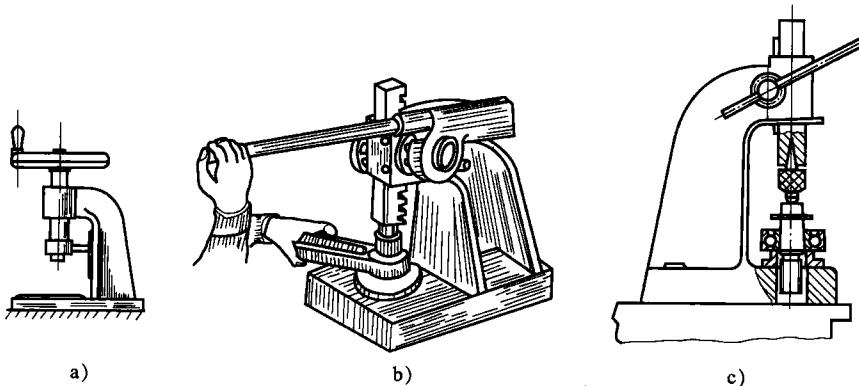

图 1—7 手动压床
(1) 手动压床。手动压床不同于各种吨位的机械式压力机，是一种以手为动力、吨位较小的机修钳工常用的辅助设备，如图 1—7 所示。它用于过盈连接中零件的拆卸和装配压入，有时也可用于矫正、弯曲等操作。